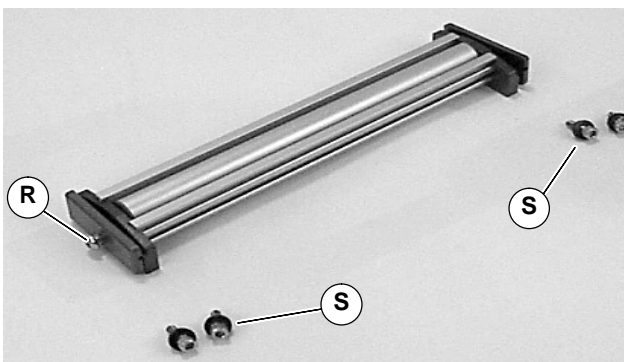

Figure 11
2. Bauteile zusammentragen (Abbildung 11). Die Trägerschrauben (R) lockern, aber nicht entfernen. Die Montageschrauben und Unterlegscheiben (S) entfernen.